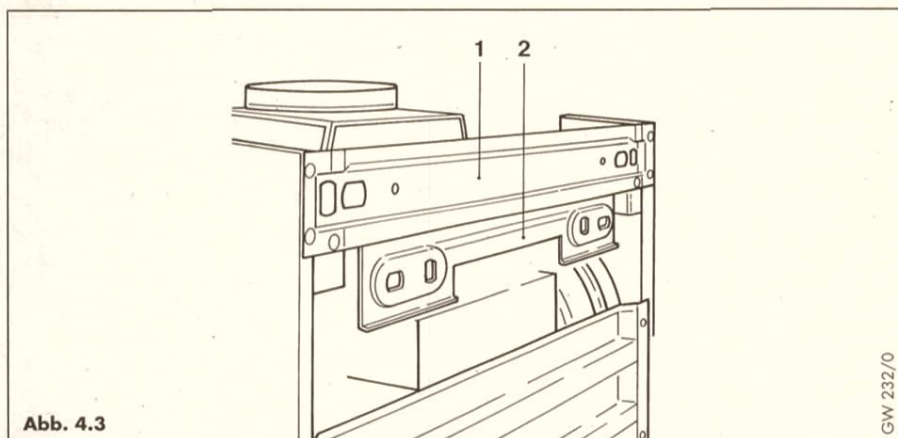

Abb. 4.3
- Anschlußkonsole (1) mit den Schrauben (2) an der Wand befestigen.
- Heizungsvorlauf am Wartungshahn (3), Heizungsrücklauf am Wartungshahn (4) anschließen. Bei Unterputzinstallation Heizungsvor- und -rücklauf mittels der Anschlußstücke (3a/4a) und der Rosette an den Wartungshähnen anschließen.
4.2.2 Geräteaufhängung mit Bügel (Empfohlen bei glatten Wänden siehe Abb. 4.3 und 4.4)
Legende zu Abb. 4.3 und 4.4